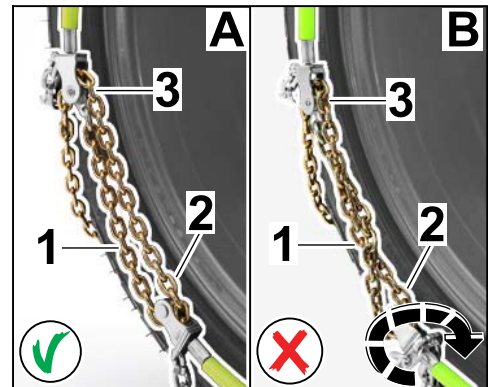

Bild 7
2.2.2 Prüfen, ob die Spannkette an Spannungspunkt und Umlenkrolle (Ende Federstahlbügel auf der Rad-Innenseite) parallel (⇒ *Bild 7-A-*) zu einander läuft und **NICHT** verdreht (⇒ *Bild 7-B-*) ist.
Umlenkrolle Federstahlbügel gegebenenfalls drehen (⇒ *Bild 7-Pfeil-*.)